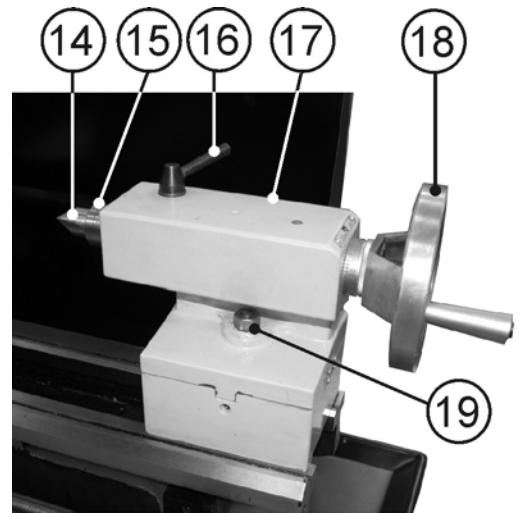

Рис.10
10.1.6. Используя рожковый ключ (H), Рис.16, поворотом против часовой стрелки ослабьте фиксацию гайки (19), фиксирующей положение задней бабки (17), расположенной в основании задней бабки (17). Переместите заднюю бабку (17) до упора центра задней бабки (14) в заготовку. Закрепите заднюю бабку (17) в этой позиции поворотом по часовой стрелке гайки (19), фиксирующей положение задней бабки (17). Поверните ручку фиксации положения пиноли (16) против часовой стрелки. Маховиком перемещения пиноли (18) по часовой стрелке необходимо поджать центр (14). Поворотом ручки фиксации положения пиноли (16) по часовой стрелке зафиксируйте установленное положение пиноли (15), Рис. 10.